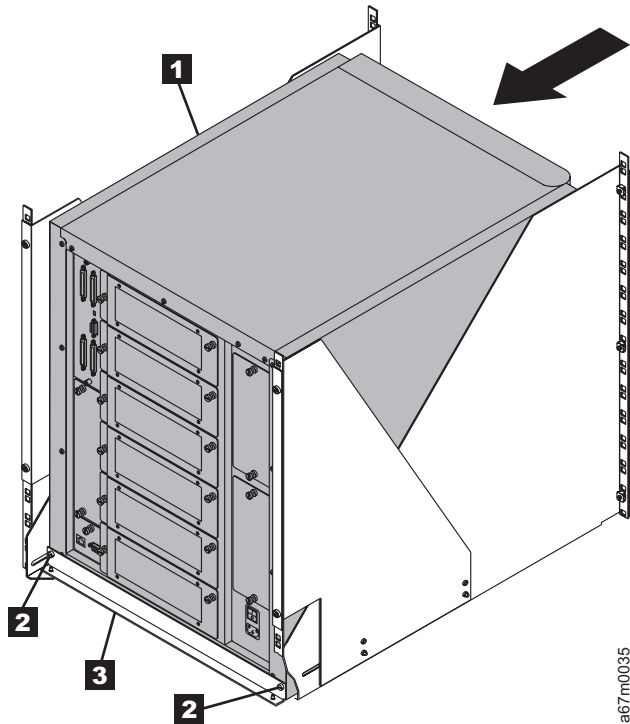

Abbildung 23. Kassettenarchiv in das Rack einsetzen
10. Schieben Sie das Kassettenarchiv (**1** in Abb. 23) in den Rackeinbausatz, bis es an dem hinteren Anschlag **3** stoppt. Befestigen Sie das Kassettenarchiv mit den zwei Kreuzschlitzschrauben **2** am hinteren Anschlag **3**. Damit ist gewährleistet, dass das Kassettenarchiv korrekt am Rack befestigt und korrekt geerdet ist.